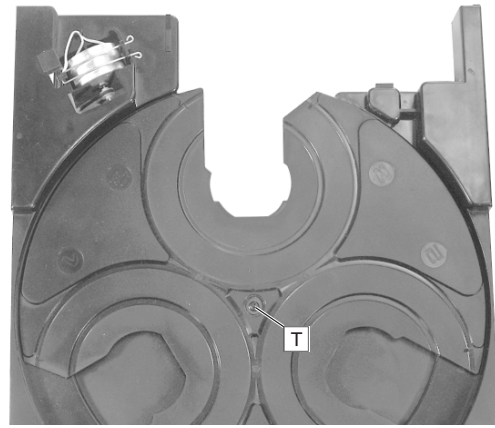
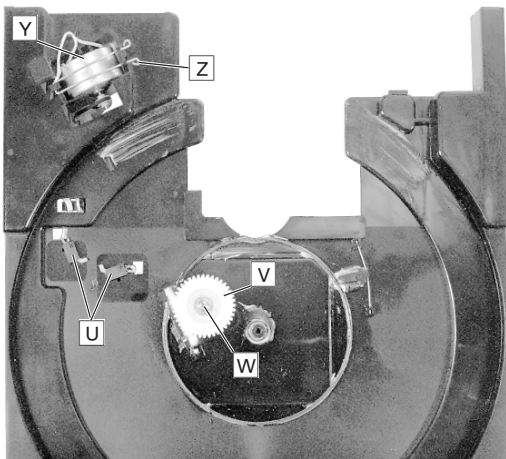

Fig. 27
Fig. 28
- Schraube **T** (Fig. 27) herausschrauben und CD-Teller abnehmen.
Achtung: Um die beiden Schalter **U** (Fig. 28) beim Einbau des CD-Tellers nicht zu beschädigen muß der CD-Teller um circa 20° nach links versetzt zur Ausgangsposition aufgesetzt werden. Durch Drehen am Motorpulley den CD-Teller in die Ausgangsposition (wie in Fig. 27 abgebildet) zurückdrehen.
- Schraube **W** (Fig. 28) herausschrauben und CD-Tellerantriebszahnrad **V** (Fig. 28) herausnehmen.
- Antriebsriemen abnehmen, Haltebügel **Z** (Fig. 28) aushängen und den Motor **Y** (Fig. 28) aus der Halterung herausnehmen.
- Undo screw **T** (Fig. 27) and take out the CD Carriage.
Attention: To avoid damaging the two switches **U** (Fig. 28) when fitting the CD Carriage, the CD Carriage is to be turned by about 20° from its home position when refitting it. Return the CD Carriage to its home position (as shown in Fig. 27) by turning the motor pulley.
- Undo screw **W** (Fig. 28) and remove the CD Carriage Driving Gearwheel **V** (Fig. 28).
- Remove the driving belt, disengage the holding clip **Z** (Fig. 28) and take the Motor **Y** (Fig. 28) out of the holder.